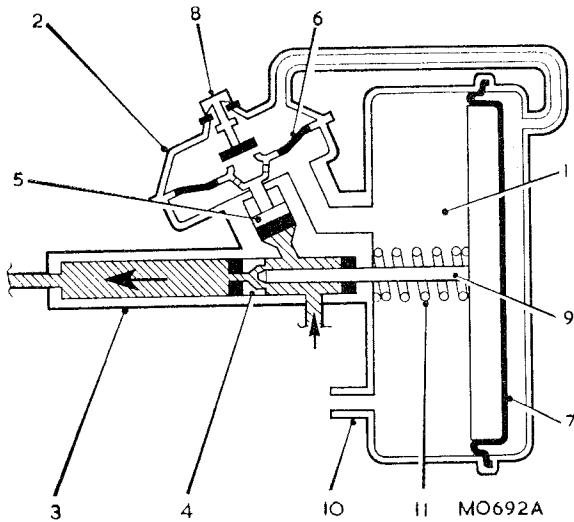

Fig. Mb.1
Voir Fig. Mb.1. Le servo frein à dépression se compose de trois éléments principaux: le cylindre à dépression (1), l'ensemble clapet d'air (2) et le cylindre asservi (3) lequel est relié au circuit hydraulique entre le maître-cylindre et les cylindres récepteurs. En cas de freinage modéré, le liquide est envoyé directement aux cylindres récepteurs en passant par la partie creuse au centre du piston asservi (4) et il n'y a pas d'assistance au freinage; la pression du liquide s'exerçant sur le piston du clapet d'air (5) provoque la fermeture du diaphragme (6) séparant ainsi la chambre, située derrière la membrane (7) du servo, de celle située devant la membrane. Dans le cas d'un freinage plus prononcé, le piston du clapet d'air se déplace davantage et ouvre le clapet permettant ainsi à l'air de pénétrer dans la chambre derrière la membrane du servo en annulant la dépression qui y régnait. Se